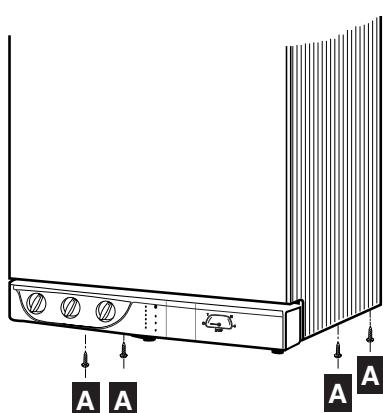

Abb. 19
- die vier Befestigungsschrauben **A** unten an der Verkleidung anziehen e (Abb. 19).